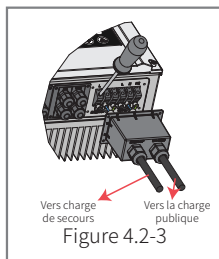

Figure 4.2-3
- **Connexion sur réseau et secours** : confirmez que sur réseau est connecté au réseau électrique et que secours est connecté aux charges : polarités (L/N sont en séquence) non inversées, référez-vous à la Fig. 4.2-3.